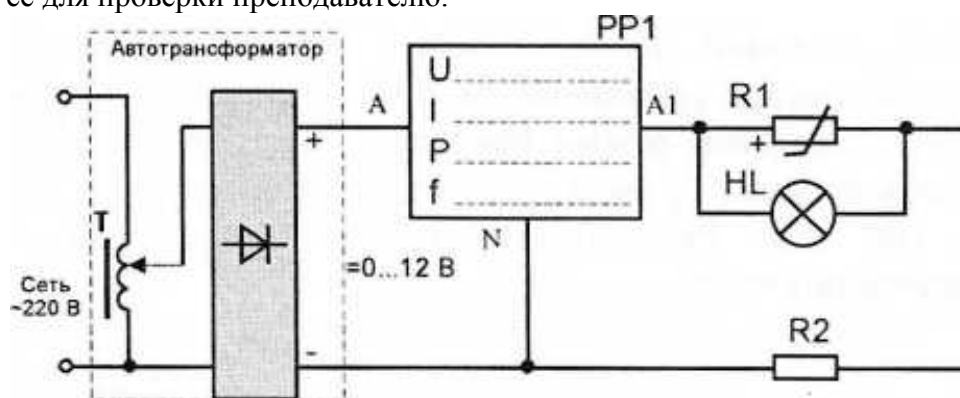

Рис. 2
3.5. Собрать разветвленную нелинейную электрическую цепь (рис. 2) и предъявить её для проверки преподавателю.
3.9. Для указанного преподавателем значения входного напряжения выполнить графический расчет токов ветвей и напряжений на отдельных участках цепи по рис. 2. Результаты расчета занести в табл. 4.